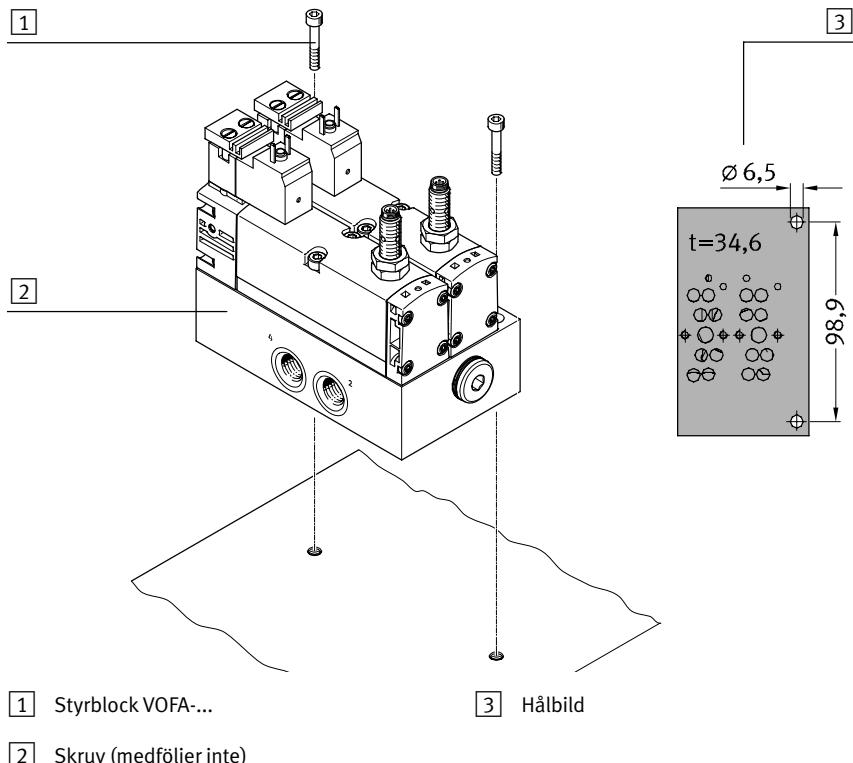

Bild 7: Infästning/montering av separatanslutningsvariant
- Fäst styrblocket via de avsedda fästhålen (se Bild 7). Använd erforderliga mått från hålbilden.